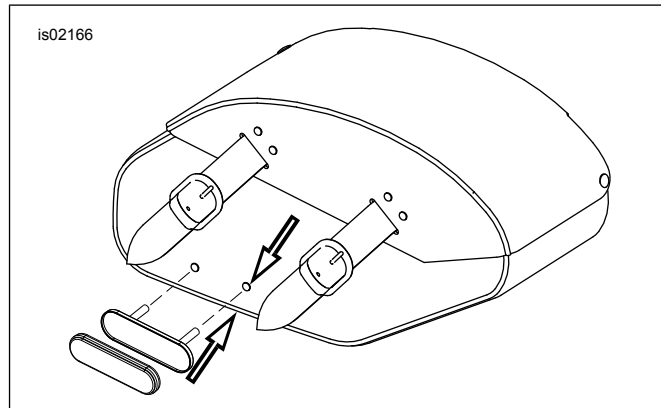

Figura 1. Instale o refletor
8. Veja a Figura 1. Meça aproximadamente 38 mm (1-1/2 pol.) da borda inferior do alforje. Oriente o refletor horizontalmente e centralize o suporte do refletor com cuidado entre as tiras das bolsas ou localize-o na parte traseira das bolsas sem tiras. Pressione gentilmente o suporte do refletor contra o alforje para que a tinta transferir, e faça pequenos furos no alforje onde as marcas de tinta transferiram para o alforje.